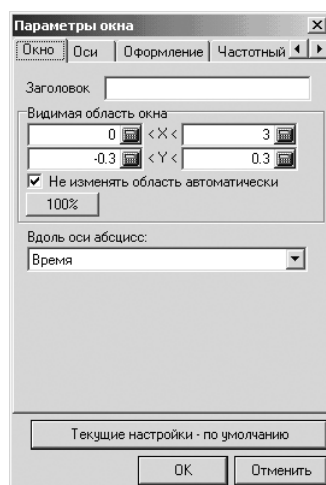

Рис. 1.128. Диалоговое окно **Параметры окна** с уточненными границами графиков
- введите в диалоговом окне **Параметры окна** в разделе **Видимая область окна** в поля, например, такие значения границ по оси X и Y, которые показаны на рис. 1.128;